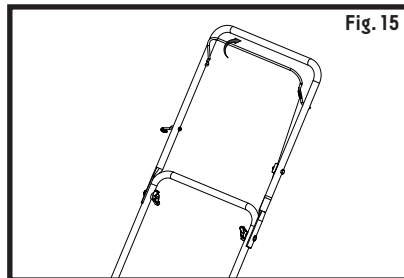

Fig. 15
2. Placez-vous derrière la tondeuse. Tirez avec une main la commande de démarrage / d'arrêt du moteur vers la poignée supérieure et placez l'autre main sur la poignée du démarreur (voir figure 15). de démarrage / d'arrêt du moteur vers la poignée supérieure et placez l'autre main sur la poignée du démarreur (voir figure 15).